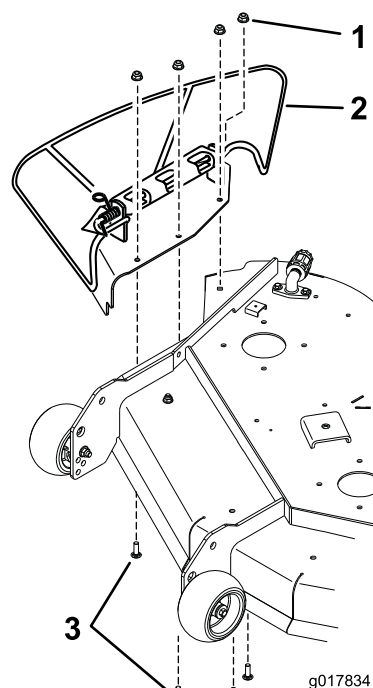

Figura 19
1. Retire el conjunto de la placa que incluye el conducto de descarga lateral (Figura 19). El deflector se separará al mismo tiempo. Guarde estos herrajes y el conjunto de la placa.